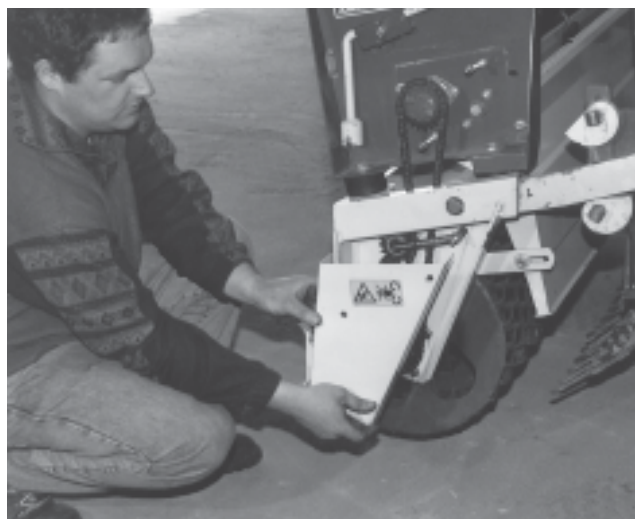

fig. 11
- retirer le carter de protection supérieur et inférieur de la transmission par chaîne (fig. 11),